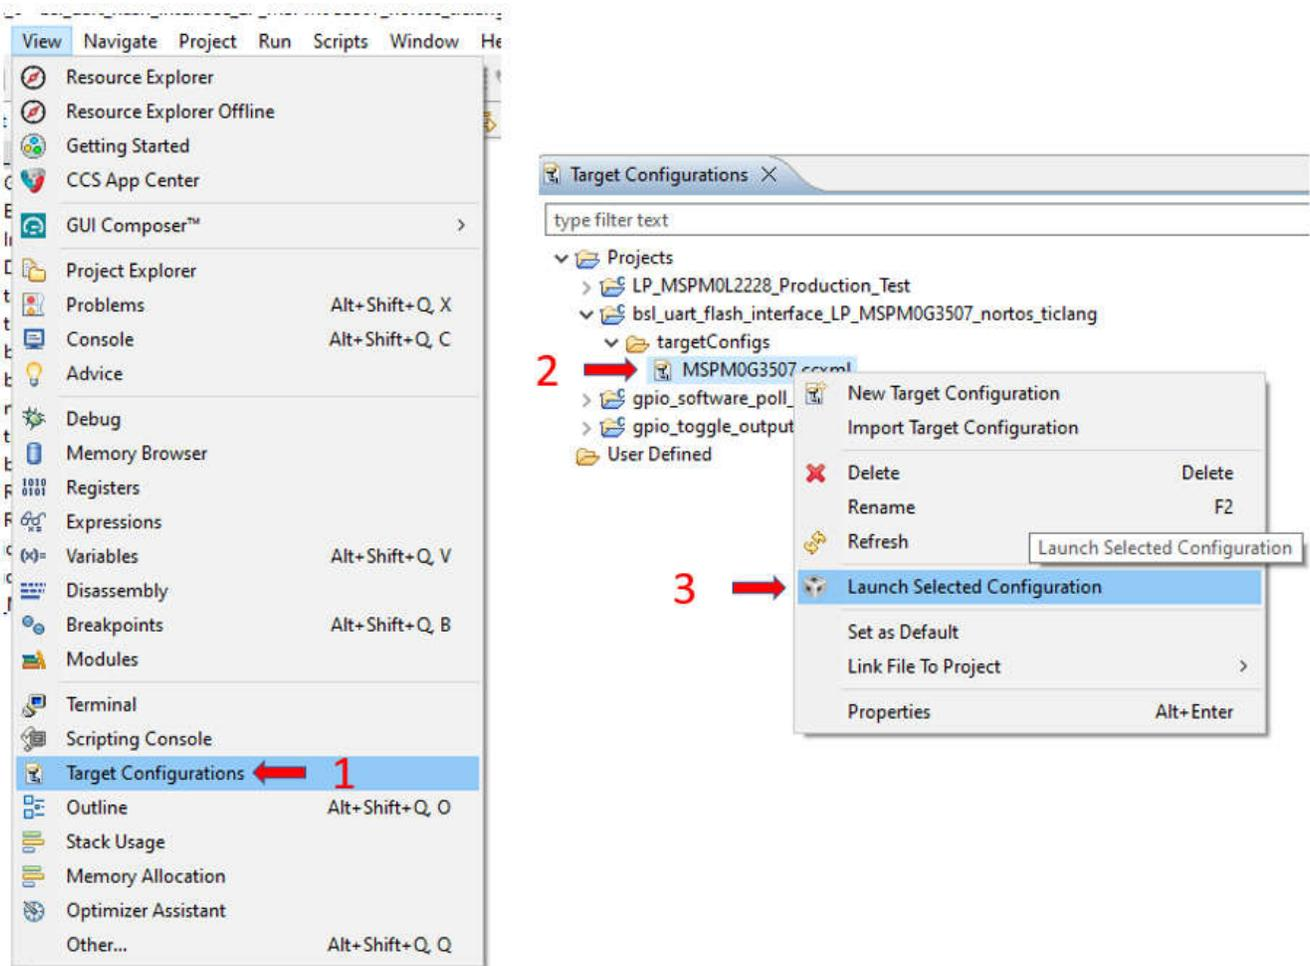

图 4-1. 在 CCS 中启动器件
3. 按以下图 4-1 所示启动器件。第 2 步是右键点击 ccxml 文件。